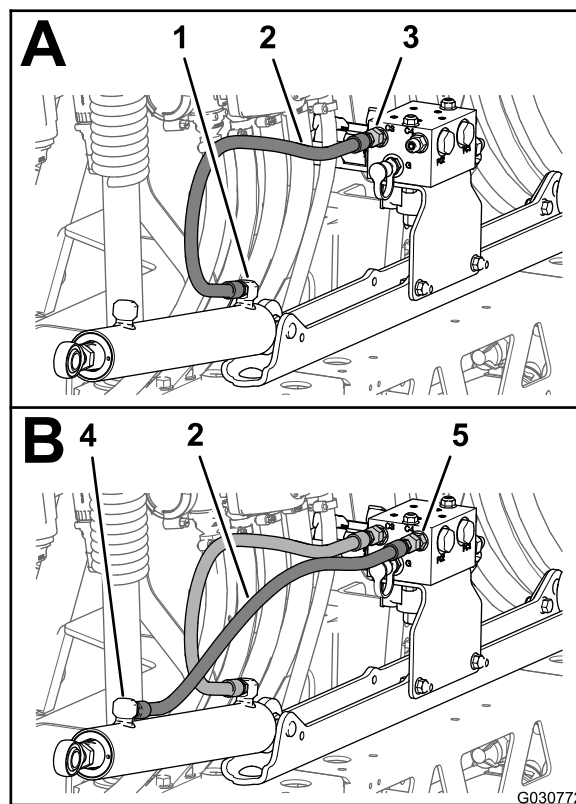
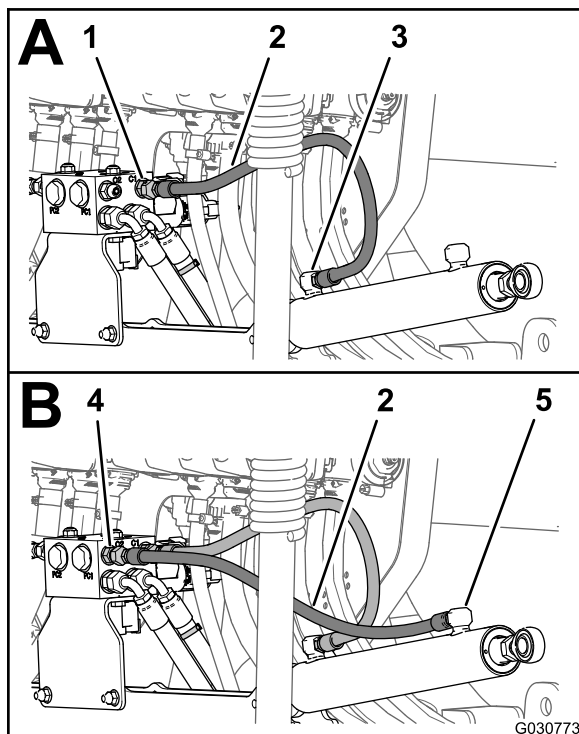

Рисунок 95
Рисунок 96
- Установите, не затягивая, новый гидравлический шланг (1/4 x 24-3/4 дюйма) между отверстием выдвижения подъемного цилиндра левой секции стрелы и отверстием С3 коллектора подъема стрелы (Рисунок 95).
- Установите, не затягивая, новый гидравлический шланг (1/4 x 24-3/4 дюйма) между отверстием втягивания подъемного цилиндра левой секции стрелы и отверстием С4 коллектора подъема стрелы (Рисунок 95).
подъемного цилиндра правой секции стрелы и отверстием С1 коллектора подъема стрелы (Рисунок 96).
4. Установите, не затягивая, новый гидравлический шланг (1/4 x 24-3/4 дюйма) между отверстием втягивания подъемного цилиндра правой секции стрелы и отверстием С2 коллектора подъема стрелы (Рисунок 96).
5. Затяните штуцеры шлангов в отверстиях выдвижения и втягивания подъемных цилиндров (Рисунок 95 и Рисунок 96) с моментом от 21 до 26 Н·м.
6. Затяните накидные гайки шлангов, подсоединенных к коллектору подъема стрелы (Рисунок 95 и Рисунок 96), с моментом от 24 до 30 Н·м.